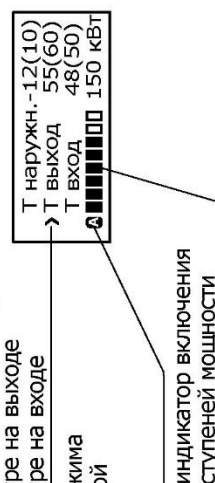
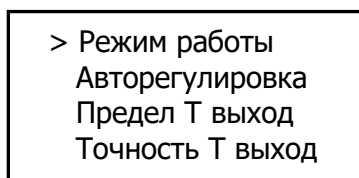

Рис. 8
Рис. 12
7.4. Выключателем (рис. 8) включить питание цепи управления электродкотлом.
7.6. После проверки напряжения питания контроллер подаст звуковой сигнал и на дисплее сначала появится сообщение об изготовителе, версии программного обеспечения, а затем дисплей перейдёт в режим ожидания, при котором на нем будет отображаться текущие значения температур (наружная, на входе и на выходе) в °C, количество включённых ступеней мощности, а также значения настроек температур, номер графика погодной зависимости, разрешенное для включения количество ступеней мощности, мощность включённых ступеней, информация о включённом режиме работы электродкотла и информация о включённом режиме автоматического выбора мощности (см. рис. 8).
7.7. **Настройка температуры** на выходе происходит после однократного нажатия на **кнопку выбора** путём нажатия на **кнопки уменьшения или увеличения параметра** (см. рис. 8 и Приложение 3. «Основные настройки панели управления»).
7.8. **Настройка мощности** (количества разрешённых для включения ступеней мощности) происходит после двух нажатий на **кнопку выбора** путём нажатия на **кнопки уменьшения или увеличения параметра** (см. рис. 8).
7.9. Для входа в меню необходимо удерживать нажатой **кнопку выбора** (см. рис. 8) более 3 сек. Первая страница меню показана на рис. 12.
Выбор строки в меню для настройки – перемещение курсора - производится с помощью **кнопок уменьшения или увеличения параметра** (см. рис. 8). Для входа в выбранную настройку необходимо нажать **кнопку выбора** (см. рис. 8).
При перемещении курсора вниз на первой странице меню (см. рис. 12) произойдёт переход на вторую страницу меню.
Для включения управления электродкотлом по интерфейсу RS-485 и выбора ведущего электродкотла в объединённой группе электродкотлов необходимо курсором выбрать соответствующий пункт в меню и с помощью **кнопок уменьшения или увеличения параметра** (см. рис. 8) выбрать значение «включено»:
- включить резервную систему управления на панели управления (см. рис. 8) поворотом ключа,